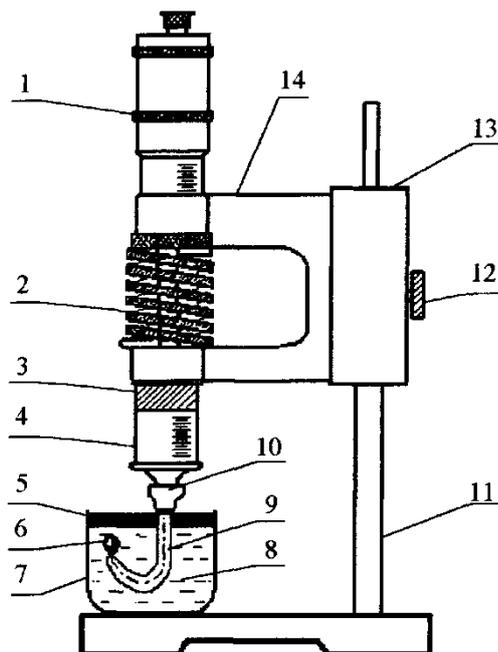

Рисунок 2 - Сталагмометр
Коэффициент поверхностного натяжения определяется экспериментально и только на границе раздела жидкость-жидкость, жидкость-газ. Существуют различные методы определения  $\sigma$ . Наиболее распространенным методом является метод с использованием сталагмометра, принципиальная схема которого приведена на рис. 2.
**Задача 4.** Определить величину межфазного натяжения на границе дегазированная нефть-пластовая вода, если известны результаты, полученные на сталагмометре (рис.2) и исходные данные (табл.4).